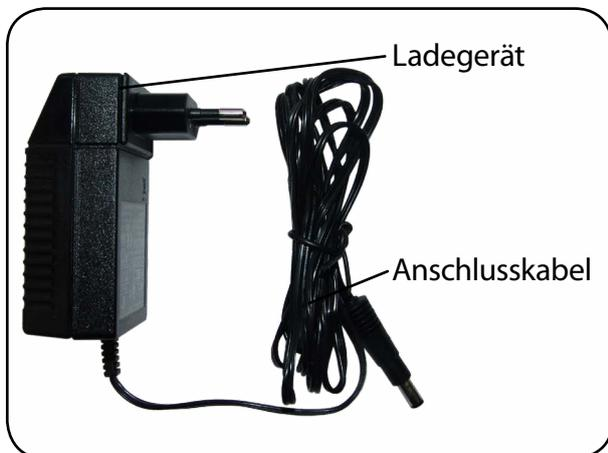
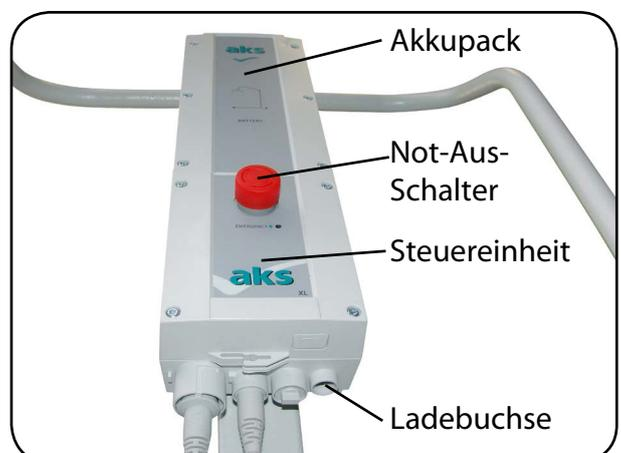

Abb. 8.6.01 - Ladegerät mit Anschlusskabel
Abb. 8.6.02 - Steuereinheit
2. Stecken Sie das Anschlusskabel (Abbildung 8.6.01) in die Ladebuchse der Steuereinheit (Abbildung 8.6.02).
3. Stecken Sie das Ladegerät (Abbildung 8.6.01) in eine Netzsteckdose.